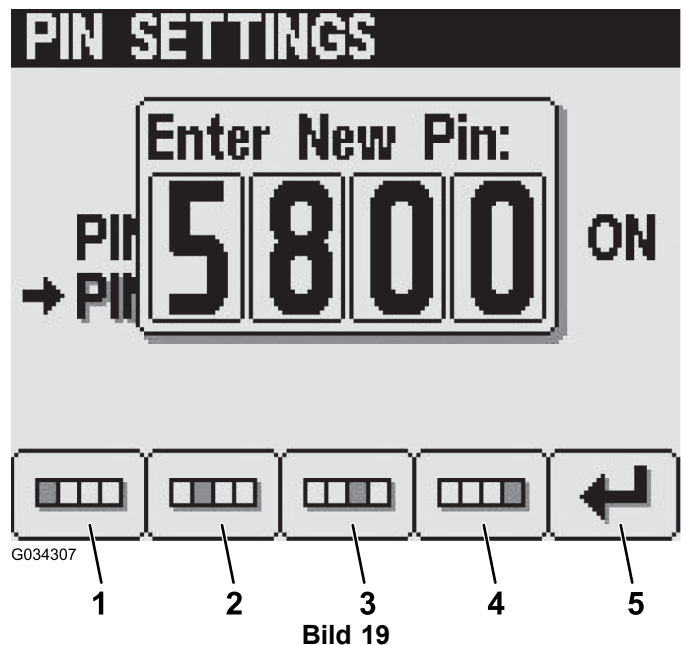

Bild 19
5. Geben Sie mit den Tasten 1 bis 4 die neue PIN ein und drücken Sie Taste 5, um die Eingabe der neuen PIN abzuschließen (Bild 19).